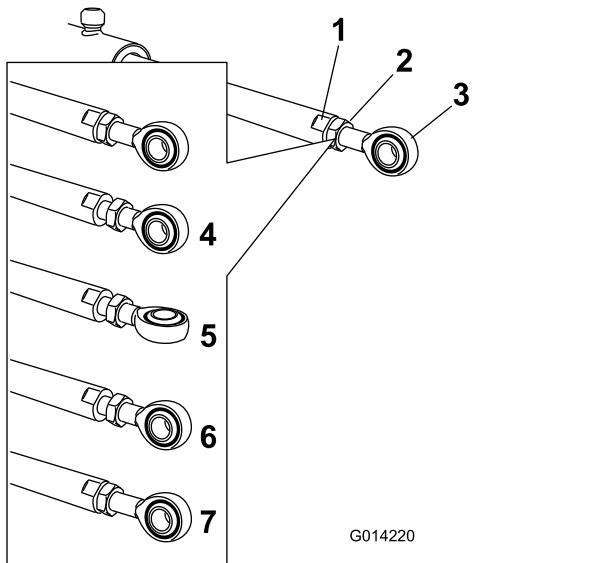

Figura 107
5. Agarre el émbolo del actuador con una llave inglesa en las zonas planas, luego afloje la contratuerca (Figura 107).
6. Gire la rótula en el émbolo del actuador para acortar o alargar el actuador extendido a la posición deseada (Figura 107).